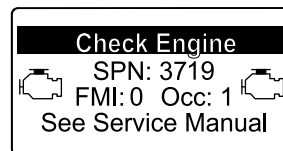

Figura 39
- Se for necessária uma regeneração de recuperação, o InfoCenter mostra o aviso do motor SPN 3719, FMI 16 (Figura 39) e o computador do motor reduz a potência do motor para 85%.